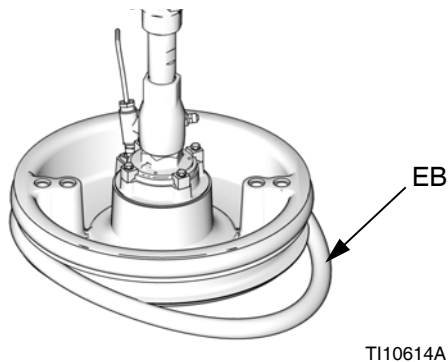

FIG. 16
1. Con una herramienta de madera o plástico para evitar dañar el rascador (EB), limpie todo el material de las ranuras de la junta.
2. *Trabajando desde abajo*, incline un rascador (EB) sobre la parte trasera del plato. Vea la FIG. 16.
3. Inserte el rascador (EB) en la ranura superior y haga correr la parte delantera del rascador en la ranura.
4. *Solo rascador de 200 l (55 gal.):* Inserte el segundo rascador (EB) en la ranura inferior y haga correr la parte delantera del rascador en la ranura.